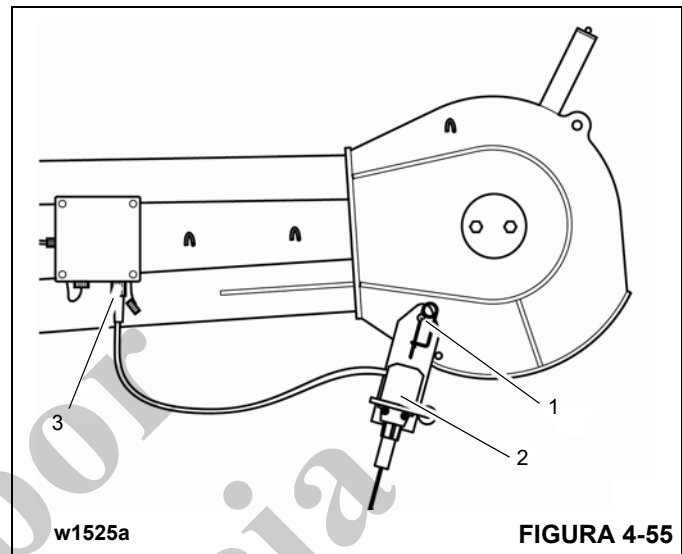

FIGURA 4-55
- Coloque el interruptor limitador de elevación (2) en el grillete (1) y fíjelo con un pasador de retención (Figura 4-55).
- Conecte el interruptor limitador de elevación al receptáculo (3).
- Cuando esté almacenando, cierre el receptáculo (3) con la tapa protectora.